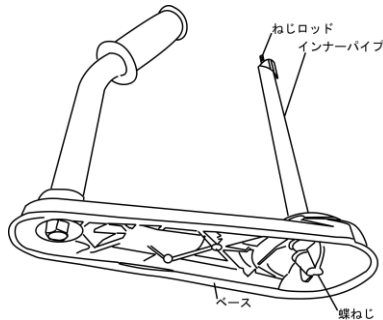

図1
- ①ベース裏面の蝶ねじを反時計回転方向に回して、ねじロッドがインナーパイプ内で自由に動く様にしてください（図1参照）。